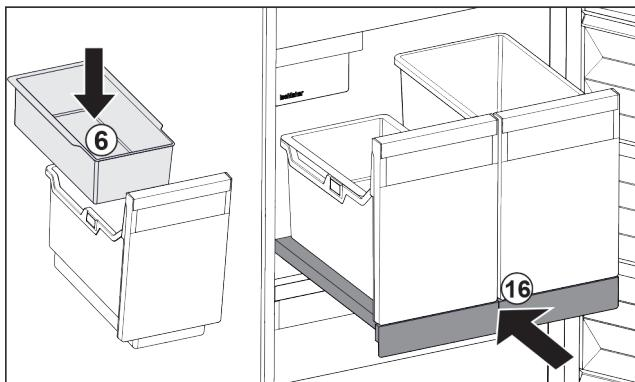

Fig. 106
- Einhängeschale *Fig. 106 (6)* für Eiswürfel einsetzen.
- Auszugsbord mit Behälter (IceTower) einschieben. *Fig. 106 (16)*